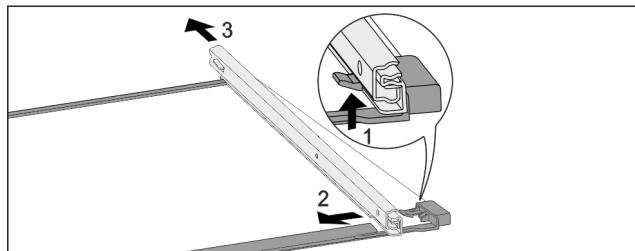

Fig. 190 Стеклянная пластина с направляющими
- Отожмите передний стопорный крючок вверх. Fig. 190 (1)
- Сдвиньте выдвижную направляющую в сторону Fig. 190 (2) и назад Fig. 190 (3).